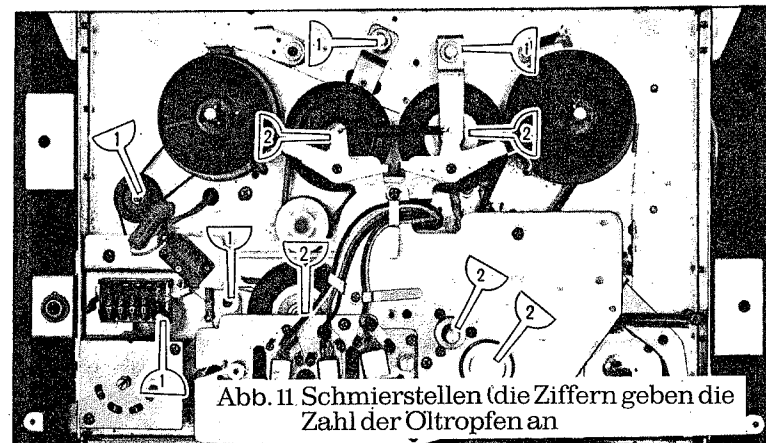

Abb. 11 Schmierstellen (die Ziffern geben die Zahl der Öltropfen an)
- (b) An die in Abb. 11 bezeichneten Stellen werden ein bis zwei Tropfen Öl gebracht. Ein Überschuß an Öl ist in jedem Falle zu vermeiden, da dieser meist mehr Ärger verursacht als eine ungenügende Schmierung. Eine jährliche Schmierung ist völlig ausreichend.